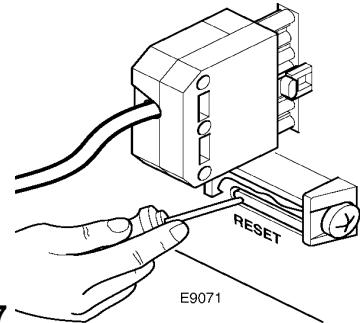

Рис. 17
- Запустить горелку: для чего необходимо отодвинуть назад блок управления, **на который в данный момент должно подаваться электропитание**, и нажать специальным инструментом на язычок RESET (сброс) (смотри рисунок 17).